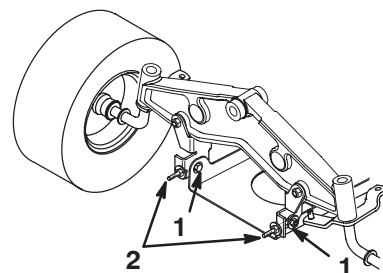

Bild 52
10. Lockern Sie die Befestigungsschrauben der vorderen Schwenkplatte (Bild 52).
11. Drehen Sie die Sicherungsmuttern an den Augbolzen, um die Einstellung zu ändern (Bild 52).
12. Prüfen Sie, wenn Sie beide Sicherungsmuttern der Augbolzen gleichmäßig eingestellt haben, die Schnittmesserneigung erneut in Längsrichtung. Fahren Sie mit der Einstellung der Augbolzen fort, bis die vordere Schnittemmerspitze um 0 bis 9 mm tiefer liegt als die hintere Spitze (Bild 52).
13. Ziehen Sie, wenn die Schnittmesserneigung in Längsrichtung korrekt ist, die Befestigungsschrauben der Schwenkplatte fest (Bild 52).